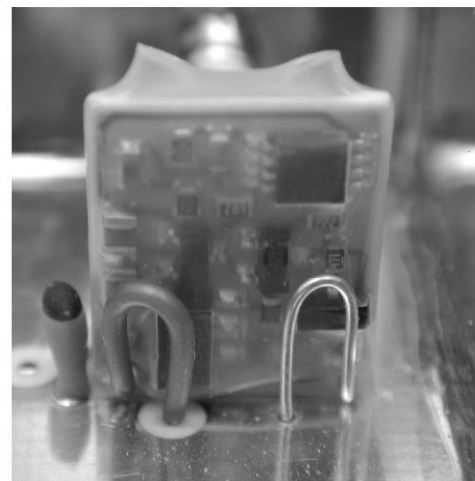

Bild 3
3. Einbau des Quarzheizers (Bild 3).